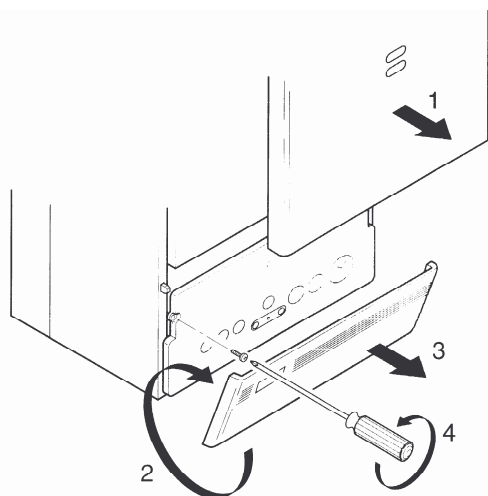

Fig. 7 Ruotare di 45°
- Un termostato ambiente; si sceglierà di preferenza un termostato ambiente di qualità (a debole differenziale) che verrà raccordato ai relativi morsetti C e D dopo avere levato il ponte mediante un filo a 2 conduttori conforme alle norme ed ai regolamenti vigenti (fig. 7 e 8).